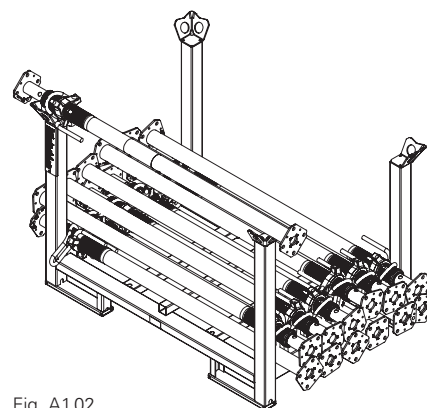

Fig. A1.02
Per il preassemblaggio, appoggiare il puntello per solai (1) su una barella RP-2. (Fig. A1.02)